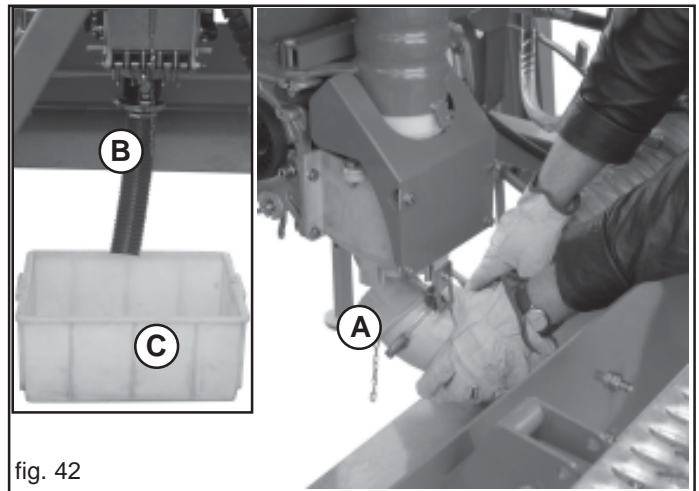

fig. 42
- 2) Togliere la curva posta sotto il canale dell'iniettore (A, Fig. 42), allentando la chiusura rapida.
- 3) Innestare nella medesima posizione il tubo di raccolta fornito in dotazione (B, Fig. 42) servendosi della chiusura rapida, ed al capo opposto del tubo posizionare un contenitore di raccolta (C, Fig. 42).